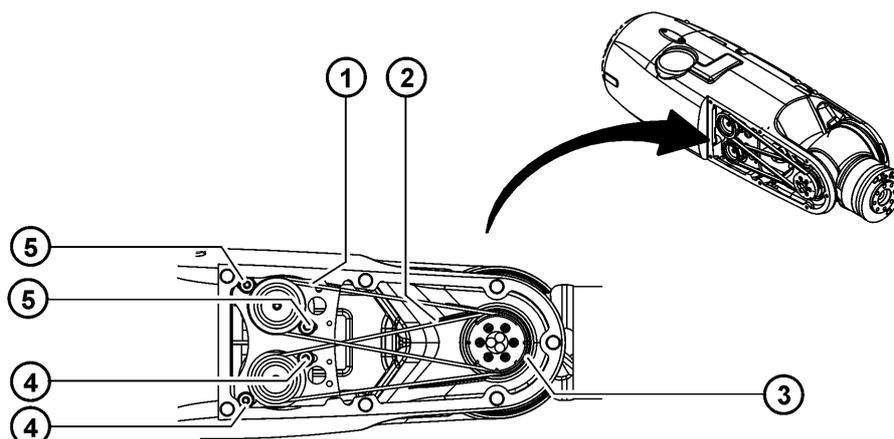

Fig. 9-9: Démontage des courroies dentées A5, A6
- Desserrer respectivement 2 vis à tête semi-circulaire aux moteurs A5 et A6 et détendre entièrement la courroie dentée (>>> Fig. 9-9).